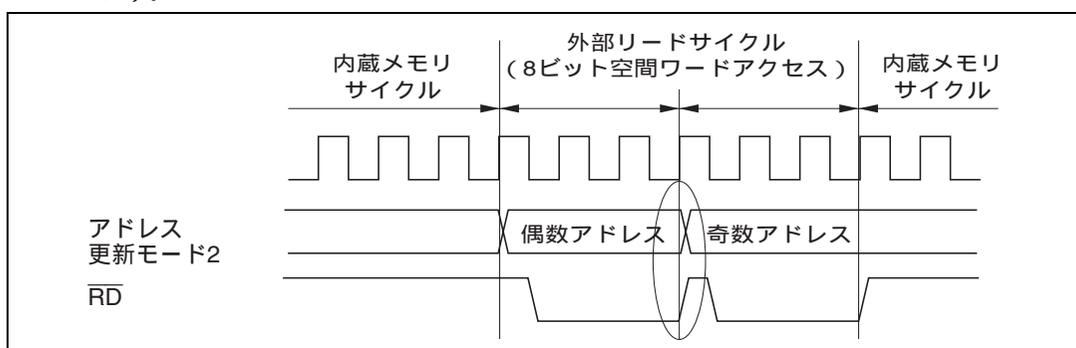

図 6.6 アドレス更新モード2での外部空間連続アクセス例
- \overline{RD} の立ち上がりに対するアドレスのホールド確保を目的として、アドレス更新モード2を使用する場合、外部空間リードアクセスは、必ず単一のアクセスサイクルで終了してください。たとえば、8ビットアクセス空間に対するワードアクセスは図6.6のようにバスサイクルが2回に分割され、単一のアクセスサイクルとはなりません。このようなケースでは、1回目のアクセスサイクル (偶数アドレス) と2回目のアクセスサイクル (奇数アドレス) の間の \overline{RD} の立ち上がりで、アドレスのホールドが保証されません。(図中の楕円で囲んだ部分)。